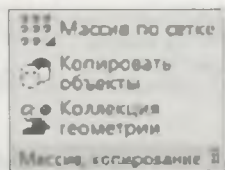

Рис. 25.8. Панель инструментов
- ♦ Панель инструментов **Массив и копирование** (рис. 25.8) — содержит команды создания массивов;